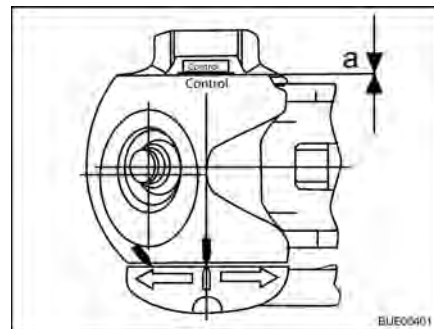

Fig. 194 Contrôle d'usure
- Distance  $a = 0$  (Fig. 194) : Contrôler les garnitures de friction et au besoin les changer.